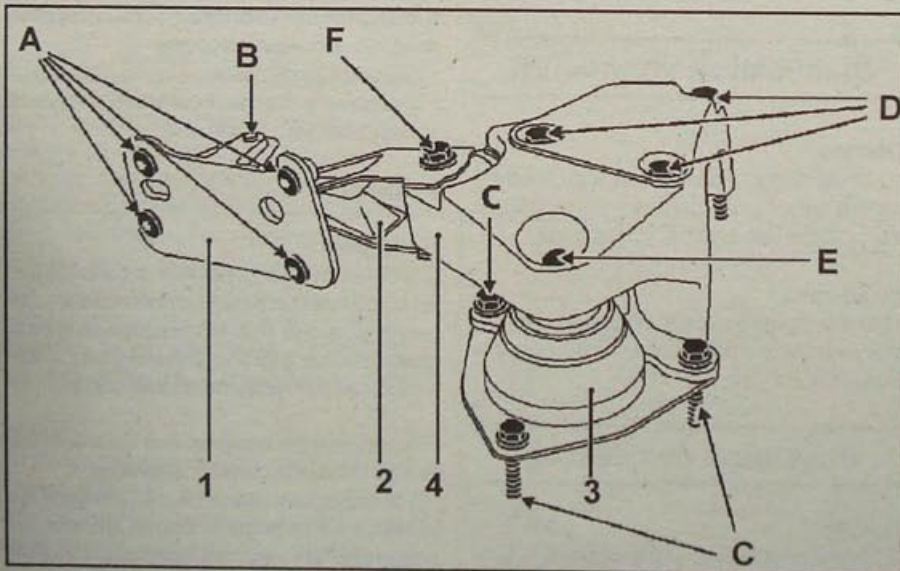

Рис. 4.42. Опоры маятниковой подвески:
– установите кронштейн тяги ограничителя (1, рис. 4.42) на чашку крепления амортизационной стойки и затяните